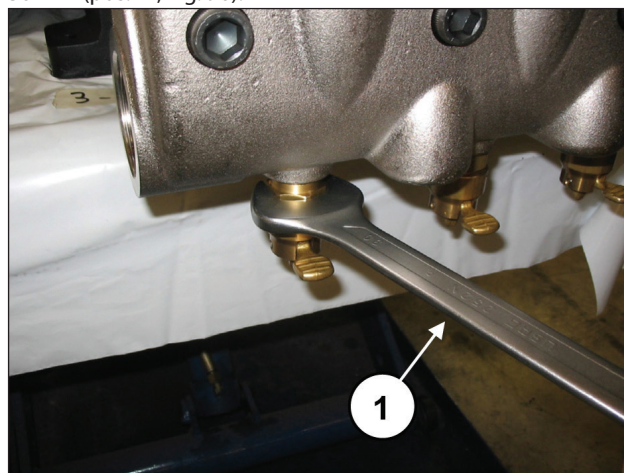

Fig. 96
Svitare il dispositivo apertura valvole mediante chiave da 30 mm (pos. ①, Fig. 96).